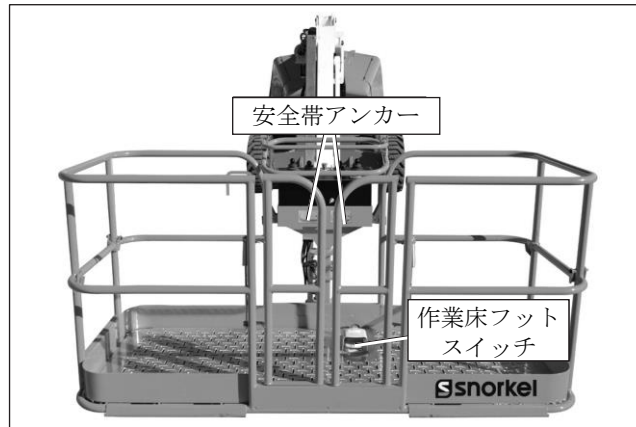

図 8.3 - 作業床
1. 作業床フットスイッチ（図 8.3 を参照）を踏み込みます。上部操作盤を操作するためにはこのスイッチを下側に保つ必要があります。